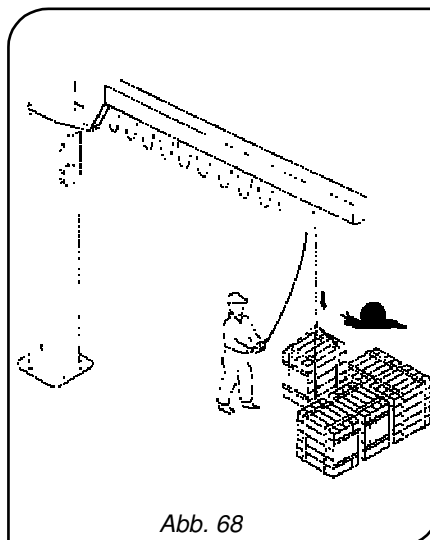

Abb. 68
- **STETS** die „langsamen“ Geschwindigkeiten für die Bewegungsabläufe Annähern und Positionierung verwenden (Abb. 68).